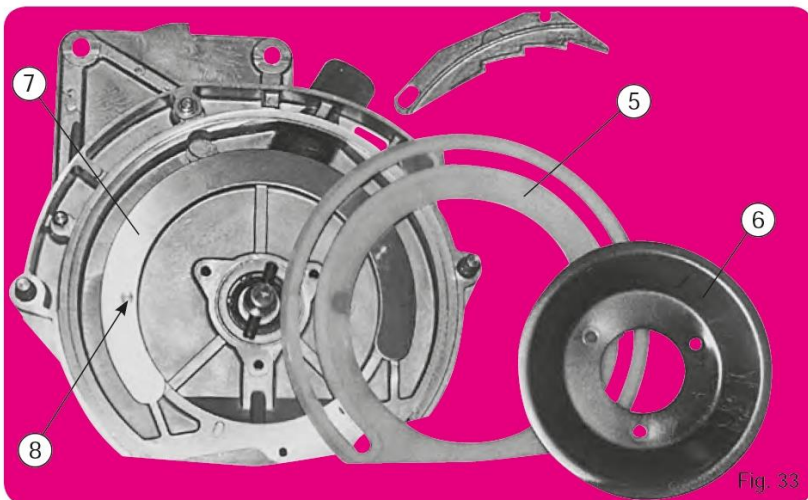

Fig. 33
Wkładka wykonana z tworzywa sztucznego (5), na której obraca się tarcza, musi być płaska i w dobrym stanie. Zwykle, w normalnych warunkach pracy, wymiana wkładki powinna nastąpić po przepracowaniu od 500 do 1000 ha. Umieszczona w rowku i zablokowana tarczą dociskową (6) i jej 3 śrubami, nowa wkładka powinna być ostrożnie umieszczona w taki sposób, aby karby odcinka dociskowego (7) (fig. 33) i korony, zostały dobrze umieszczone w ich rowku.